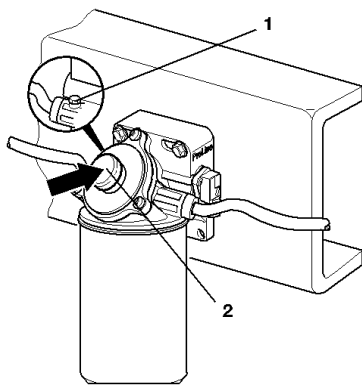

Рисунок 42 – Удаление воздуха:
7. Отвернуть резьбовую пробку вентиляционного отверстия 1 (рисунок 42).